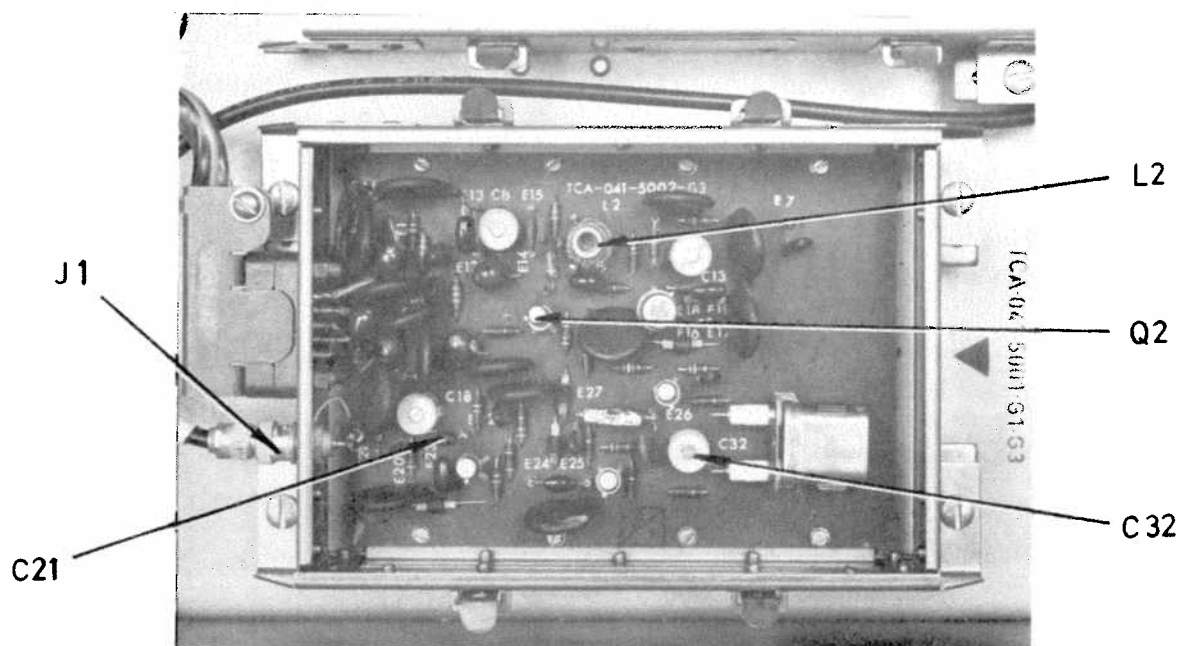

Bild 5
- Anslut en signalgenerator (HEWPA-606, omodulerad bärvåg) till hylstaget J1 på AFC-enheten. Ställ in generatorfrekvensen till exakt 1,5 MHz. Kontrollera med frekvenstidräknaren. Justera generatorns utnivå så att $1,7 V_{\text{eff}}$ erhålls på transistoren Q2 kollektor (hölje). Se bild 5. Kontrollera med URI-metern (HEWPA-410C).